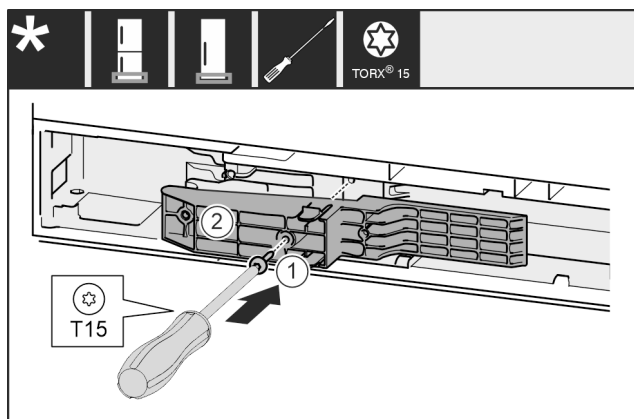

Fig. 65 *
- ▶ 将把手侧的适配器 Fig. 65 (1) 插入凹槽。*
- ▶ 将螺钉 Fig. 65 (2) 用螺丝刀拧紧。*